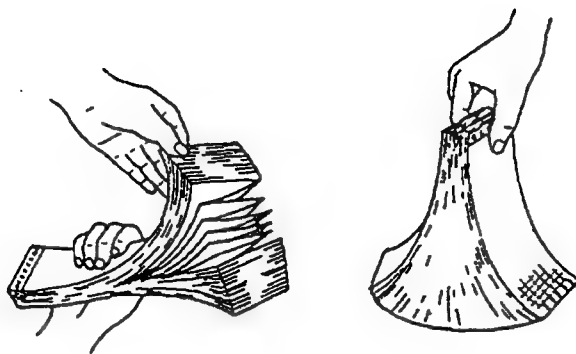

図6.11
- (1) 記録紙は二重繰り出しを防ぐため, 両端を良くさばっておきます (図6.11)。